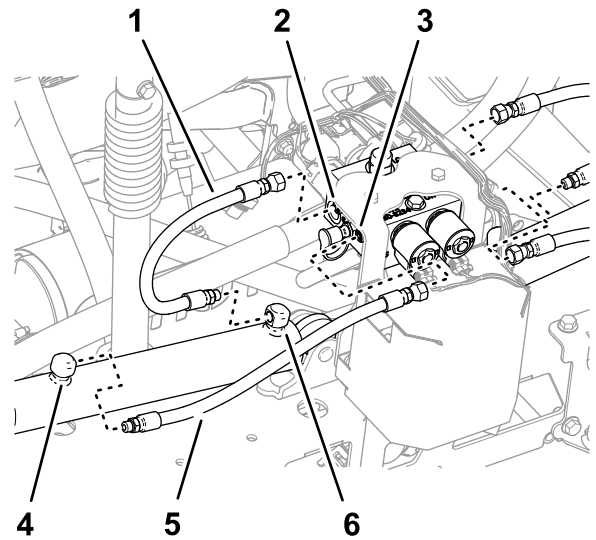

Рисунок 39
- Отсоедините шланги от отверстий выдвижения левого и правого подъемных цилиндров (**Рисунок 39**).
- Отсоедините шланги от отверстий C2 и C4 коллектора подъемного цилиндра (**Рисунок 39**).
- Отсоедините шланги от отверстий втягивания левого и правого подъемных цилиндров (Рисунок 39).
- Отсоедините шланги от отверстий С1 и С3 коллектора подъемного цилиндра (Рисунок 39).